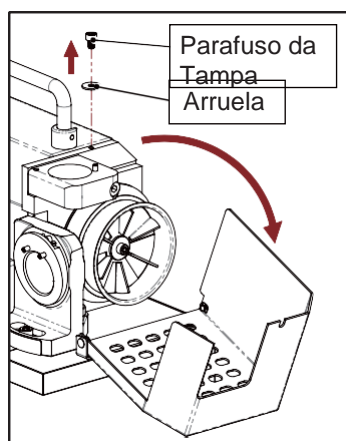

Fig. 12-2
- ③ Solte o parafuso da tampa do rebolo para abrir a tampa. (Fig. 12-2)